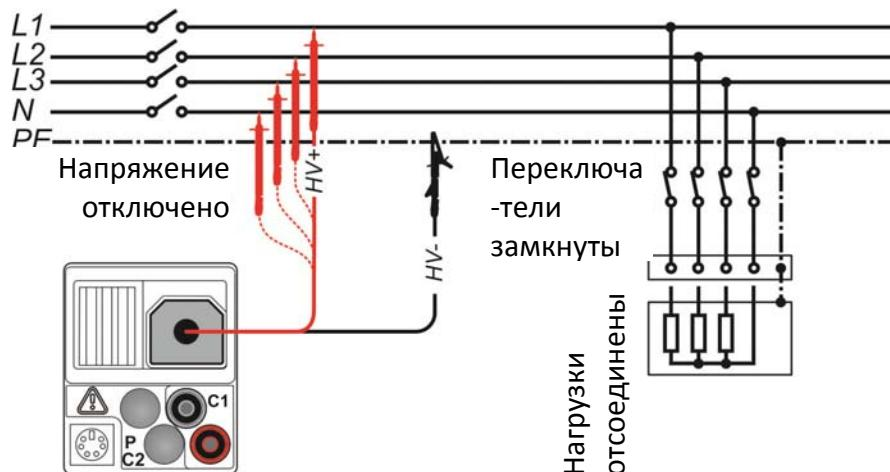

Рисунок 5.7: Подключение 2.5 кВ тестового кабеля) ($U_N = 2.5 \text{ кВ}$)
- *Рисунок 5.7: Подключение 2.5 кВ тестового кабеля) ($U_N = 2.5 \text{ кВ}$)*
- Рисунок 5.7: Подключение 2.5 кВ тестового кабеля) (UN = 2.5 кВ)*